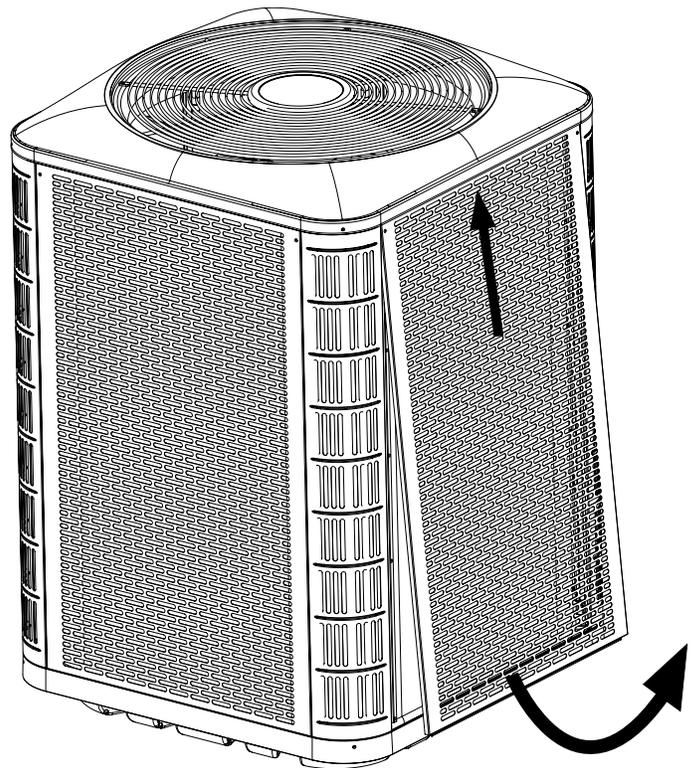

Figure 2. Désassemblage du panneau
2. Glissez le panneau vers le haut et le bac supérieur pour dégager la bride inférieure du bac inférieur. Voyez la Figure 2.